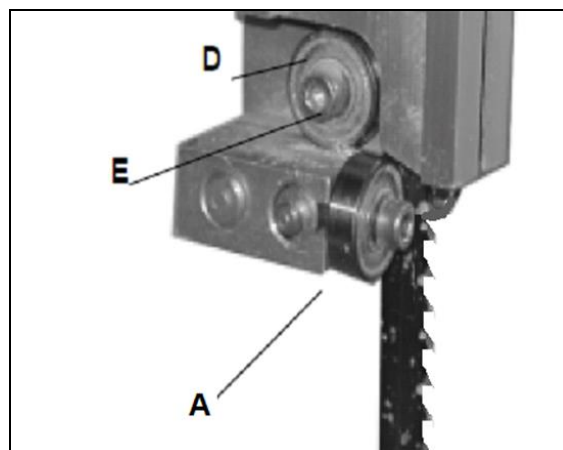

Fig 26
Die Innensechskantschraube (E, Fig 26) lösen und die Rückenrolle (D) auf einen Abstand von 1 mm zum Sägeband einstellen.